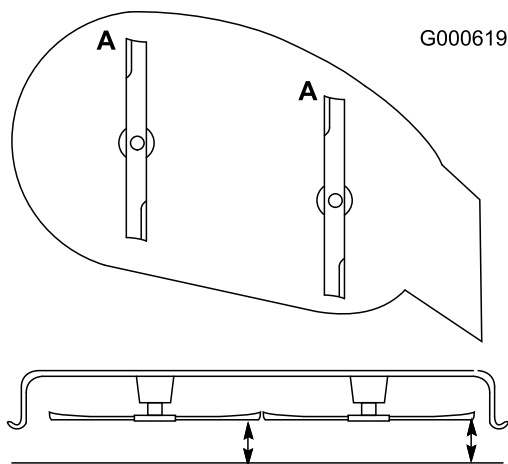

Figure 37
2. Tournez les lames dans le sens longitudinal (Figure 37). Mesurez la distance entre la surface plane et le tranchant (position **A**) des lames (Figure 37) et notez cette valeur.